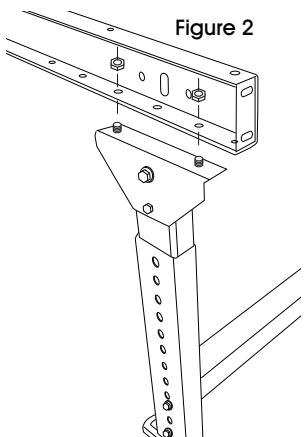

Figure 2
- Boulonnage de deux pieds de soutien en H à un cadre de convoyeur :** Positionnez les pieds de support en H à l'extrémité du cadre de convoyeur, en les faisant coïncider avec deux trous situés sur l'extrémité. Fixez les boulons en les faisant passer à travers le convoyeur et le pied de soutien en H. (Voir Figure 2)